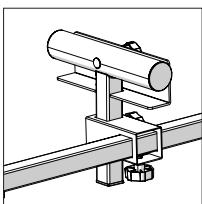

Fig. 5
- Inserte el poste de apoyo de trabajo dentro del soporte y bloquéelo en posición usando un botón de bloqueo. (**Fig. 5**)